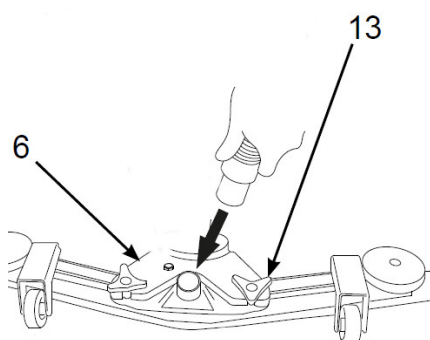

Abb. 52: Saugfuß entnehmen
Schritt 4: Entnehmen Sie den Saugfuß (Pos.6, Abb.52) indem Sie die beiden Schraubgriffe (Pos.13, Abb. 52) lösen.
Schritt 8: Setzen Sie den Saugfuß (Abb.52) wieder ein.